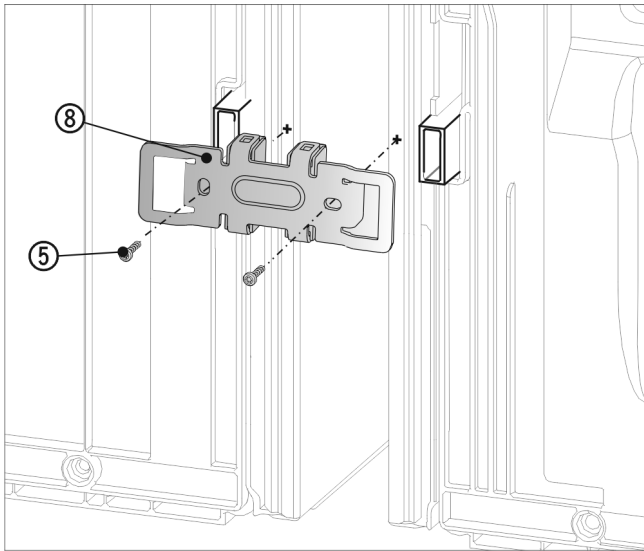

Fig. 24
- ▶ Hoekstuk Fig. 24 (8) met de uitsparingen boven de opname voor wandafstandshouder schuiven.
- ▶ Met 2 schroeven Fig. 24 (5) vastschroeven.